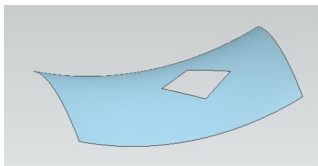

рис.59
- Поясним действие этой команды на примере. Представьте себе поверхность с кривым отверстием (рис.59). Наша задача – как можно аккуратнее поставить заплатку.